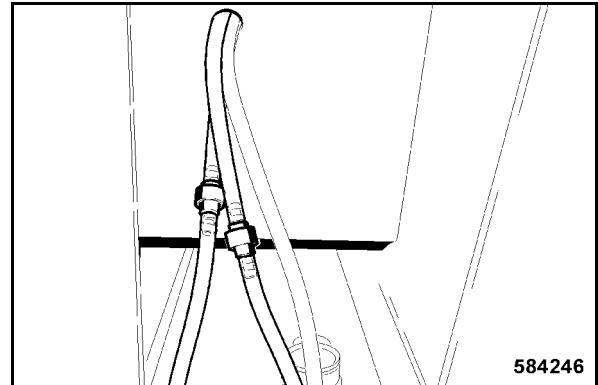

fig. 224
- Raccorder les tuyaux pour l'alimentation de l'eau des lave-glaces du pare-brise et de la lunette arrière 1 (fig. 224).